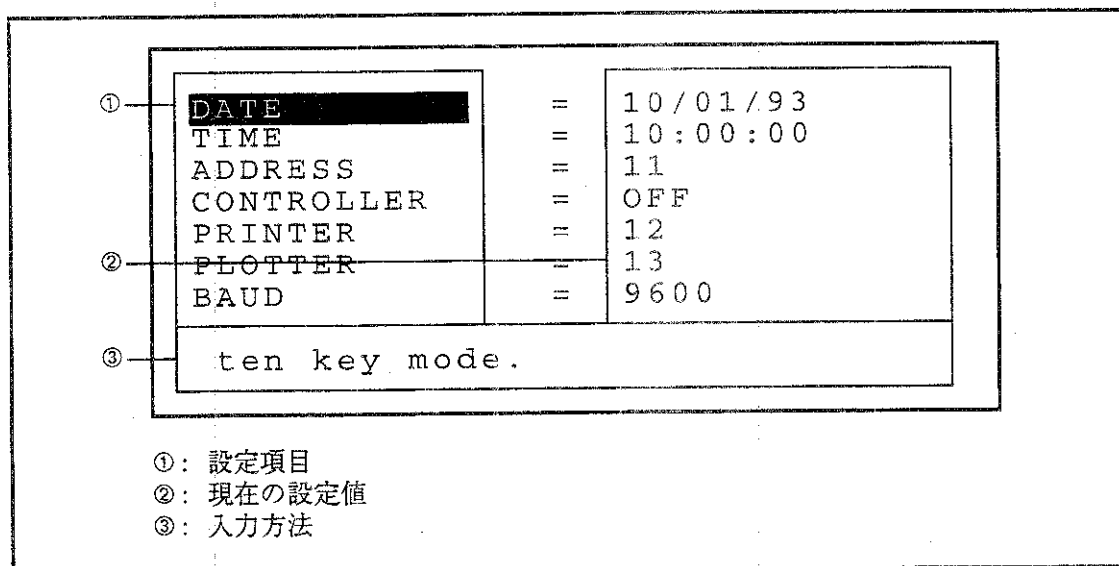
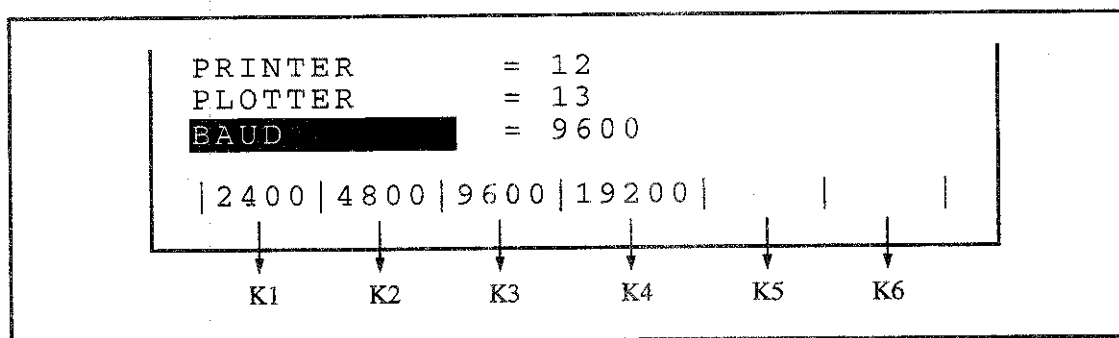

図 4-24 CONFIG モード画面 (テン・キー入力時)
図 4-25 CONFIG モード画面 (ファンクション・キー入力時)
このモードでは、GPIB やシリアルの設定を行います。BASIC が停止中に CONFIG キーを押すと、図 4-24 のように画面表示されます。
1 行目から 7 行目までに設定項目 (図 4-24 の①) と現在の設定値 (図 4-24 の②) が表示されます。カーソルのある項目が、作業対象になっています。
8 行目には入力方法を示しています (図 4-24 の③)。“ten key mode.”と表示されている場合には、テン・キーで数値を入力します。それ以外の場合は、ファンクション・キー (K1 ~ K6) からの入力を示します (図 4-25)。ファンクション・キーは、左から K1 ~ K6 に対応しています。表示は、ファンクション・キーに対応した設定値を示しています。その中から設定値を選択して下さい。空白表示のファンクション・キーは使用できません。(図 4-25 の場合 K5、K6 は使用できません。)